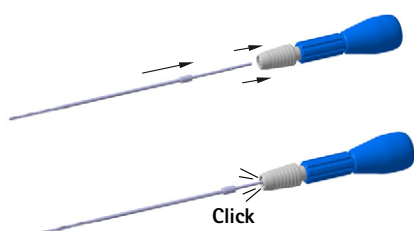

Fig. 3 Assemblage de la mèche
- ▶ Insérer la mèche dans la poignée de perçage (FJ839R), voir Fig. 3.